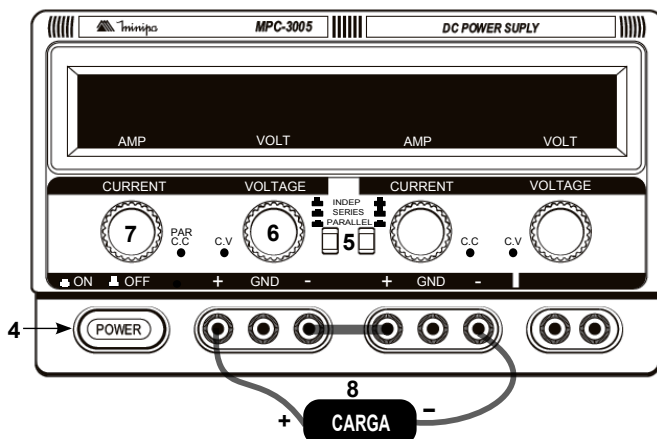

Figura 8 - Conexão Série das Fontes MPC-3003 e MPC-3005.
8. Conecte a carga aos terminais de saída da fonte observando as polaridades (-) do (CH1) e (+) do (CH2), de acordo com a figura 8.